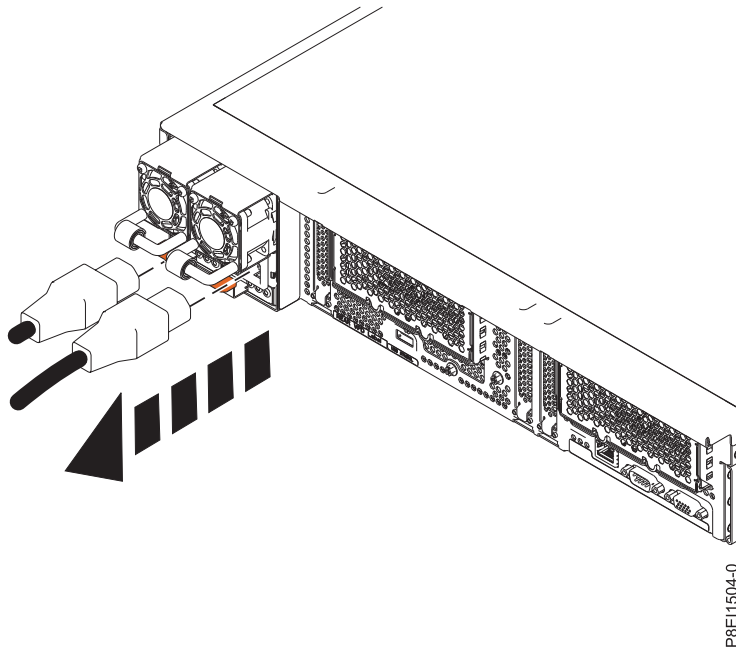

Figure 49. Retrait des cordons d'alimentation du système
4. Débranchez les cordons d'alimentation de l'unité centrale. Voir la figure 49, à la page 71.